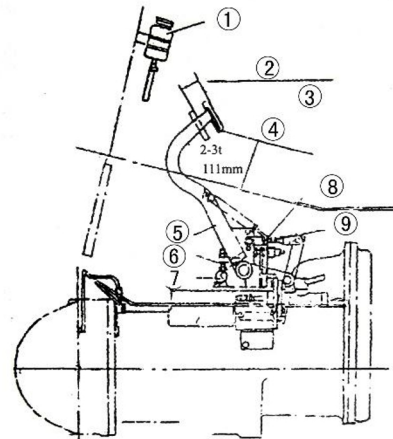

Abb. 9-9 Einstellen des Bremspedals (hydraulisches Fahrzeug)
- (1) Die Schubstange verkürzen
- (2) Stellen Sie die Kontermutter so ein, dass die Höhe eines 2-3 Tonnen schweren Diesel-Gabelstaplers 111 mm beträgt.
- (3) Ziehen Sie die an der Schubstange befestigte Kontermutter fest.
9.1.6 Einstellen des Bremspedals (hydraulischer Gabelstapler) (Abb. 9-9)